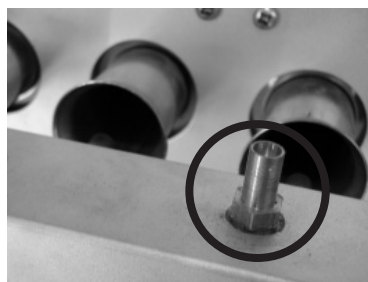

Рис. 16
3. Ослабьте винт измерительного места давления газа на выходе в горелку и присоедините манометр (U-шланг). Измерительное место размещено на консоли доски горелки (рис.16)
12. Сконтролируйте настройку давления газа (рис. 16) согласно табл. 5.
3. Сконтролируйте настройку давления газа (рис. 16) согласно табл. 5.
3. Ослабьте винт измерительного места давления газа на выходе в горелку и присоедините манометр (У-шланг). Измерительное место размещено на консоли доски горелки (рис.16)